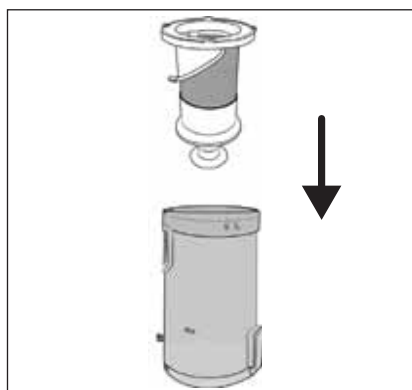

Fig. 23
① Remarque
- Lors du nettoyage du filtre en acier inoxydable ⑥, faites attention à ne pas perdre la tubulure en caoutchouc située sur l'ouverture inférieure.
- 6) Insérez le filtre en acier inoxydable ⑥ dans le bac à poussière ⑦ et poussez-le jusqu'en bas (voir fig. 23). Notez que le filtre en acier inoxydable ⑥ est doté de dispositifs d'arrêt de différentes tailles. Le filtre en acier inoxydable ⑥ ne s'insère dans le bac à poussière ⑦ que dans une seule position du fait de ces dispositifs d'arrêt.